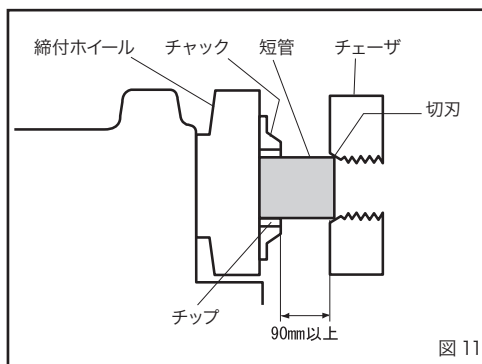

図 11
- ① 後部スクロールおよびチャックをパイプ径より大きく開き、パイプを後部スクロール側から差し込んでください。(短管の場合はチャック側から差し込みます。)
- ② 後部スクロールを締めてから、右手でパイプを支え左手で締付ホイールを回してチャックを軽く締め、パイプにチップをよく合わせてから強くパイプを締め付けます。(反動をつけて締付ホイールを回す)
- ③ パイプの取外しは、反動をつけて締付ホイールを逆方向に回せばチャックが緩みます。次にスクロールを緩めてパイプを取り外してください。
■ 短管ねじ切りのパイプのつかみ方 (図 11)